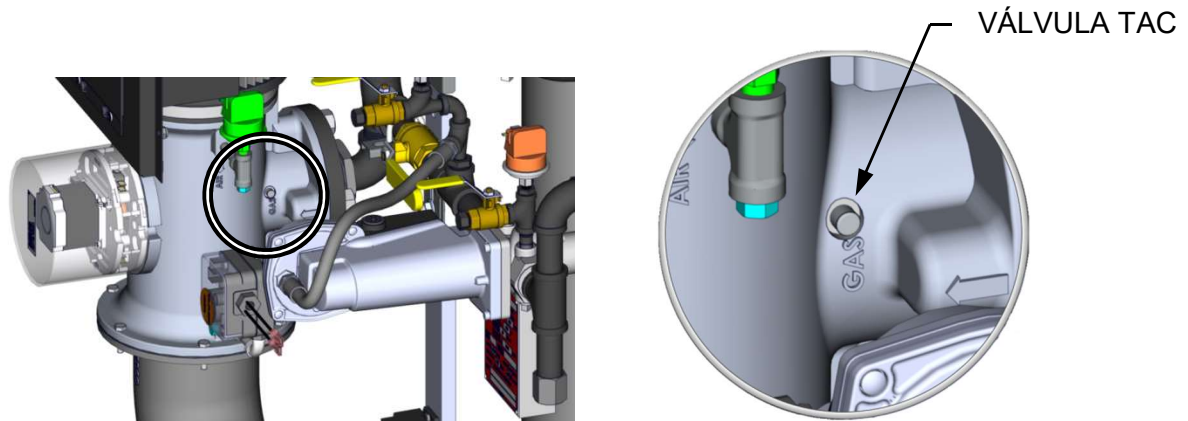

Figura 4-6: Ajuste de válvula TAC (tornillo de ralentí)
24. Si el nivel de oxígeno en la posición de válvula 16% es demasiado alto y el voltaje del ventilador se encuentra en su valor mínimo, puede ajustar la válvula TAC (ver Figura 4-6), la cual se encuentra empotrada en la parte superior de la Válvula de Aire-Combustible. Gire el tornillo **1/2 de vuelta** en el **sentido de las manecillas del reloj** para añadir combustible y **reducir** el O₂ al nivel especificado. La recalibración **DEBE** realizarse de nuevo **desde el 60%**
24. Si el nivel de oxígeno en la posición de válvula 16% es demasiado alto y el voltaje del ventilador se encuentra en su valor mínimo, puede ajustar la válvula TAC (ver Figura 4-6), que aparece antes, la cual se encuentra empotrada en la parte superior de la Válvula de Aire-Combustible. Gire el tornillo 1/2 de vuelta en el sentido del reloj para añadir combustible y reducir el O₂ al nivel especificado. La recalibración **DEBE** realizarse de nuevo **desde el 60% hasta el 18%** después de realizar algún cambio en el tornillo de ralentí (válvula TAC).